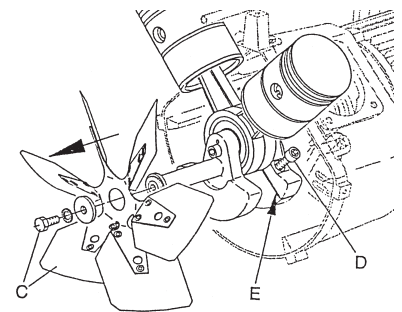

Bild 2
- Lüfterflügel ausbauen (Bild 2, Pos. C).
- Klemmschraube (Bild 2, Pos. D) lösen und Klemmnut des hinteren Ausgleichsgewichts aufspreizen.